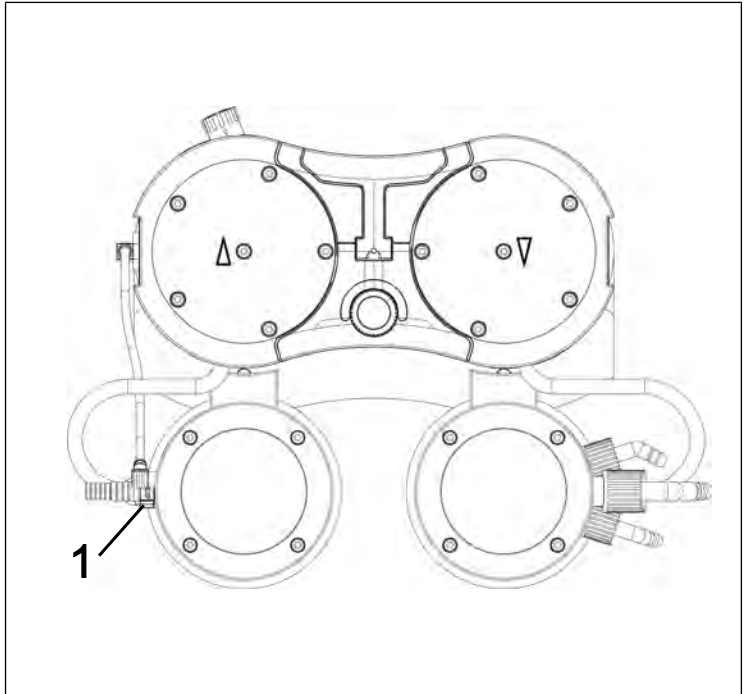

Fig.24: Desserrage du raccord de tuyaux
3. Desserrez la vis chapeau du raccord de tuyaux (1/Fig. 24) des composants du système de vide.
**i** Pour desserrer la vis chapeau du raccord de tuyaux du piège à liquide (1/Fig. 24), le cas échéant, une clé à fourche d'ouverture 14.
10. Vissez la vis chapeau du raccord de tuyaux du piège à liquide (1/ Fig. 24) sur le raccord du piège à liquide jusqu'en butée.
- i** Pour serrer la vis chapeau du raccord de tuyaux du piège à liquide (1/ Fig. 24), utilisez le cas échéant une clé à fourche d'ouverture 14